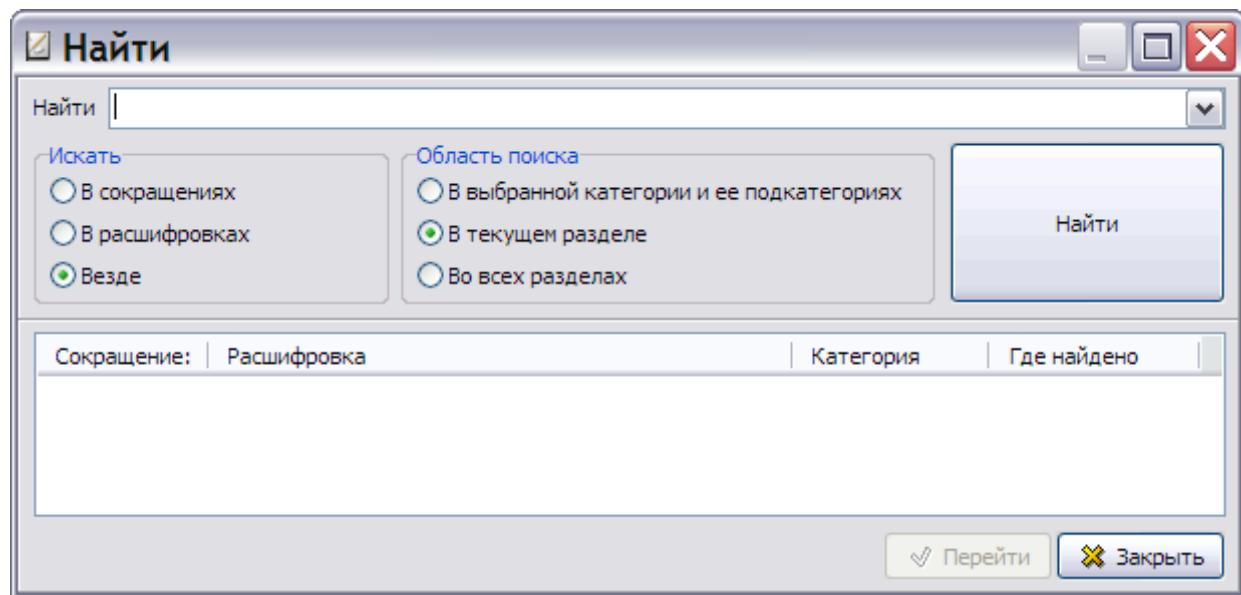

Рис. 7.17
2. Нажмите на кнопку **Поиск** на панели инструментов левого окна или комбинацию клавиш CTRL+F. При этом появится диалоговое окно **Найти** (Рис. 7.17).